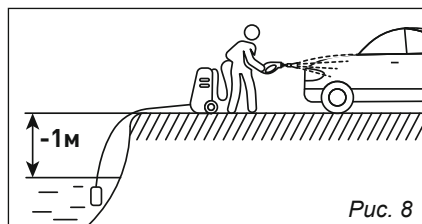

Рис. 8
3. Расположение заборного шланга ниже уровня мойки (рис. 8): подпор воды отсутствует, сопротивление всосу, максимальные потери выходного давления. Такое расположение не рекомендуется.